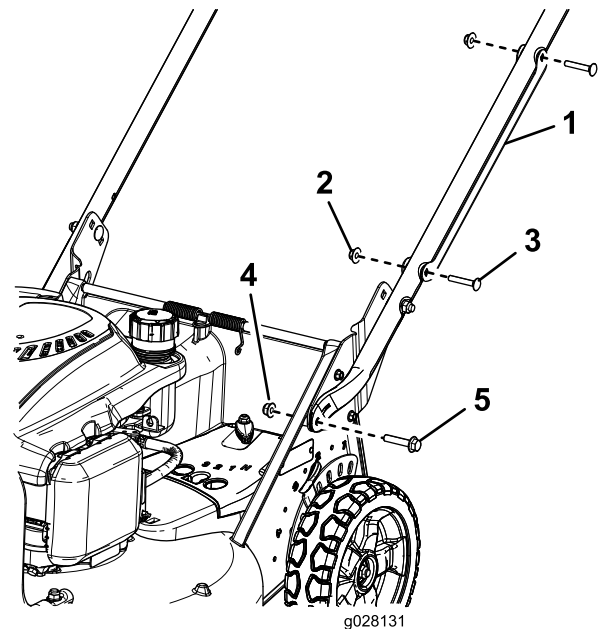

Figura 3
1. Retire los 2 pernos de cuello cuadrado y las 2 arandelas que sujetan el protector de cable al manillar, y retire el protector de cable del manillar (Figura 3)
2. Instale los extremos del manillar en la carcasa de corte con 2 pernos de cabeza hexagonal con arandela prensada (5/16 x 1-1/2 pulgadas) y 2 tuercas con arandela prensada (5/16 pulgada), según se muestra en Figura 3.
6. Posicione el protector de cable en el manillar con los cables dentro del protector, y sujete el protector al manillar con los 2 pernos de cuello cuadrado y las 2 contratuercas que retiró anteriormente (Figura 3).